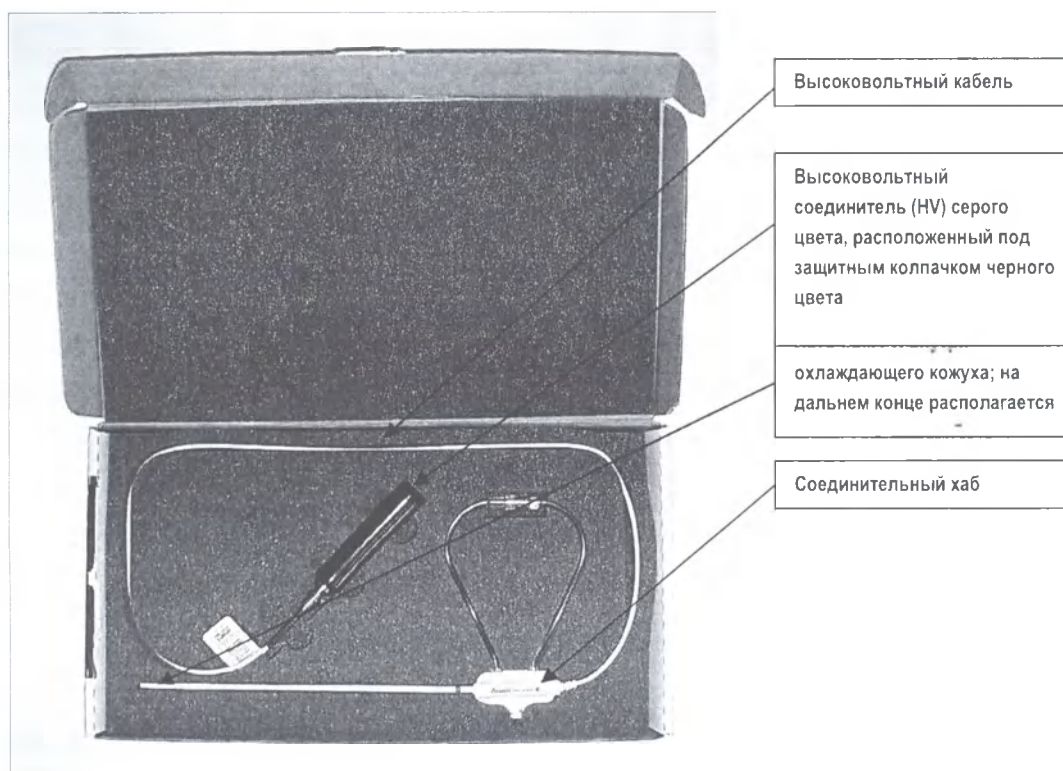

Рис. 1: Комплектный катетер длиной 25 см с источником рентгеновского излучения «Axcent»
- Не касайтесь соединительного разъема желтого цвета, расположенного под защитным колпачком черного цвета (Рис. 1), во избежание нарушения его работоспособности в результате контакта с потожировыми выделениями кожи пальцев рук и иными загрязнениями.